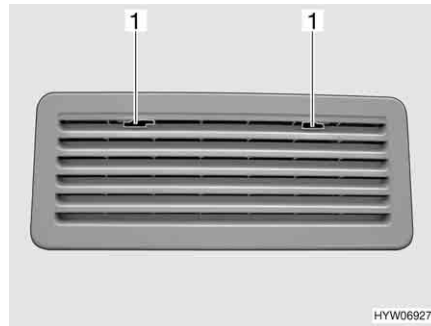

Fig. 168 Griglia di aerazione del frigorifero (Thetford)
- Spingere verso il centro l'arresto (Fig. 168,1).